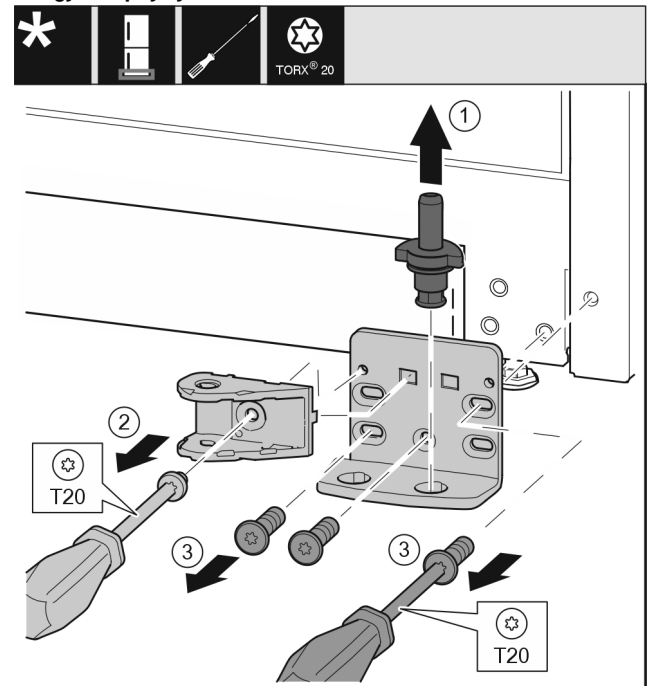

Fig. 34 *
- Nxirrni jashtë komplet bazamentin mbështetës nga lart. Fig. 34 (1)*
- Nxirrni jashtë vidën me një kaçavidë T20 dhe hiqni lidhjen e amortizatorit të mbylljes. Fig. 34 (2)
- Nxirrni jashtë vidat me një kaçavidë T20 dhe hiqni bazamentin mbështetës. Fig. 34 (3)*